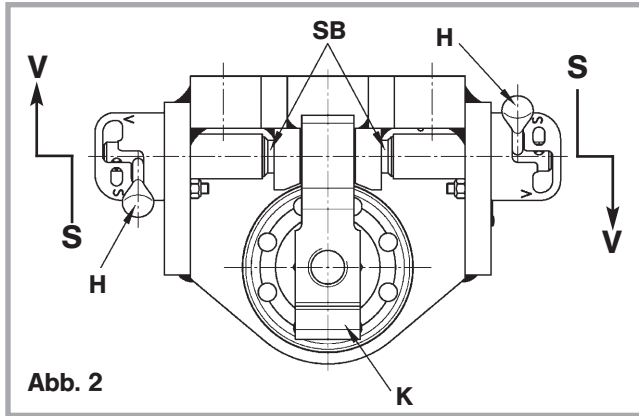

Abb. 2
- Beide Sicherungsbolzen mit dem Handgriff **H** von der Sicherungsposition **S** zur Position **V** ziehen (Abb. 2).